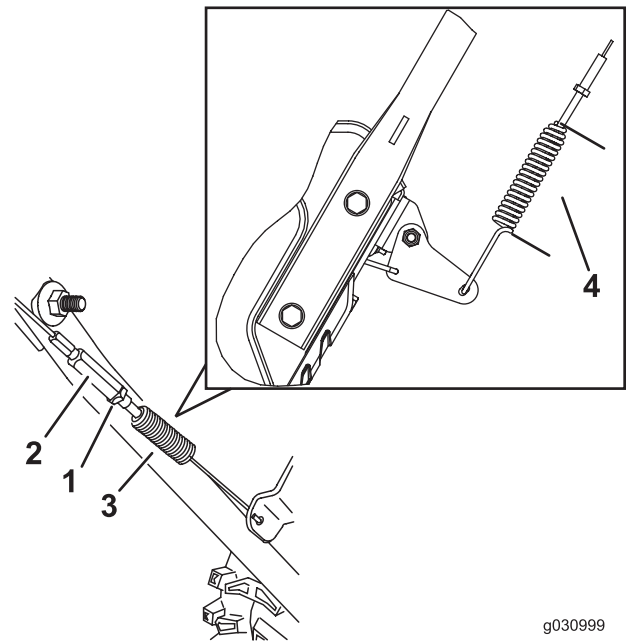

Figure 36
3. Desserrez ou serrez le tendeur afin de régler la longueur du ressort à 5,5 cm (2,18 po) (Figure 36).
4. Serrez l'écrou de blocage (Figure 36) en vous assurant que le câble est légèrement tendu.